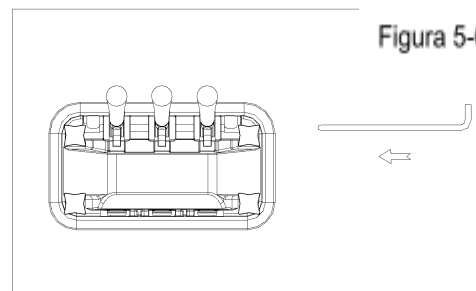

Figura 5-6
5. Coloque la manija del lado derecho y deslice el perno (009) para sostenerla en su lugar. Repita hasta haber sujetado todas las manijas. (Figura 5-6).